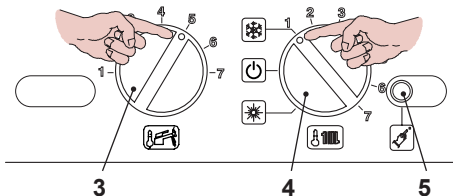

Fig. 7.17
- Posizionare la manopola di regolazione temperatura sanitari 3, e il selettore di funzione 4 come in Fig. 7.17.
- Per settare la pressione di accensione del bruciatore bisogna entrare in programmazione premendo per 15 secondi il pulsante di ripristino 5 in Fig. 7.17 fino alla comparsa del parametro **P01** sul display LCD; sul display LCD compare la seguente visualizzazione (la sequenza **P01** si alterna -- -- --).
- Premere il pulsante di ripristino 5 in Fig. 7.17 per lo scorrimento dei vari parametri sino al raggiungimento del parametro **P14** valido per il settaggio della pressione d'accensione del bruciatore; sul display LCD compare la seguente visualizzazione (la sequenza **P14** si alterna al valore **135**).
- Per cambiare il settaggio ruotare la manopola regolazione temperatura sanitari 3 in Fig. 7.17 e posizionarla nella posizione prescelta.